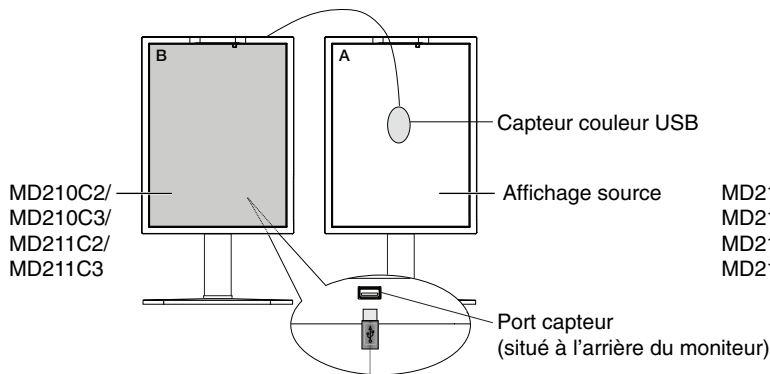

Figure C.1
1. Pour afficher le menu CALIBRAGE, branchez le capteur couleur USB au port capteur (Figure C.1) ou sélectionnez CALIBRAGE AUTOMATIQUE dans le menu avancé (page 22).
4. Lors de la procédure, on vous demandera de placer le capteur de couleur USB au centre du panneau d'affichage (Figure C.4). Inclinez le panneau d'affichage d'environ 5° vers l'arrière et placez le capteur de couleur USB au centre du panneau d'affichage (Figure C.1).